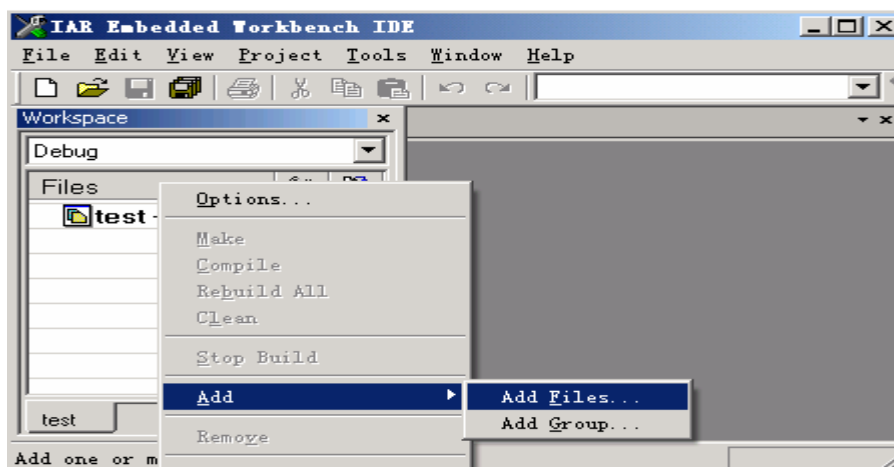
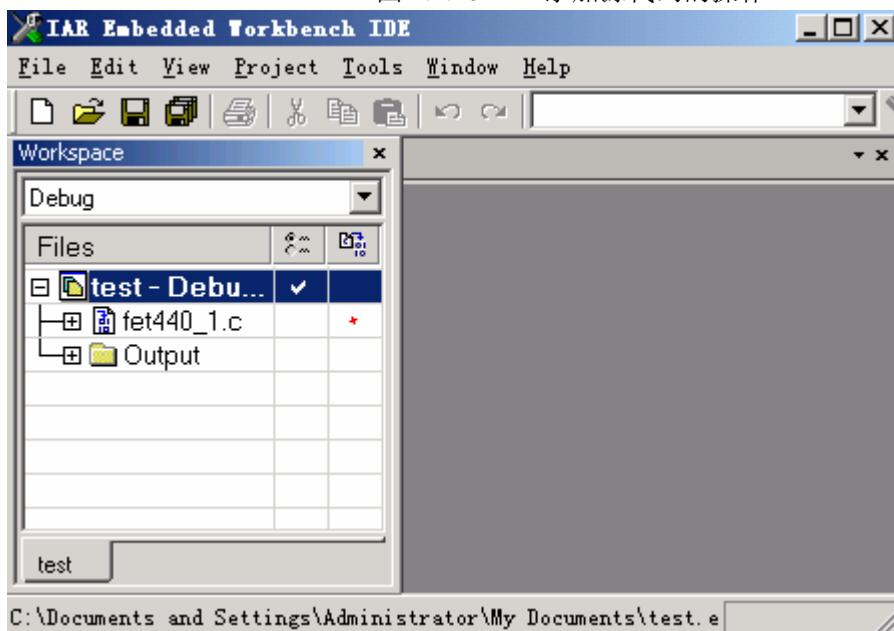
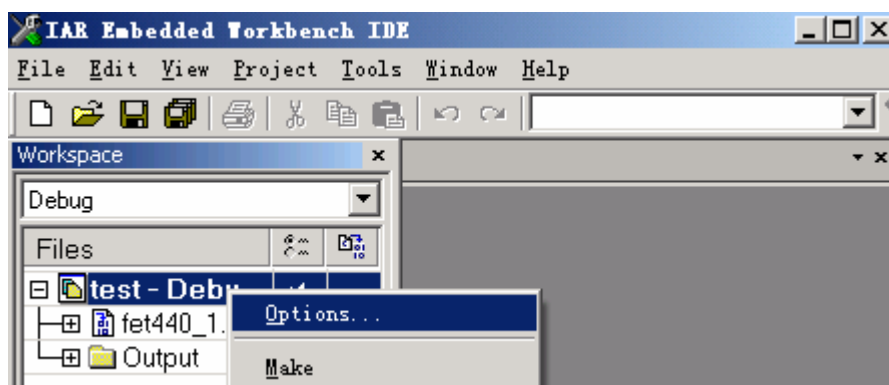

图 2.2.10 添加源代码的操作
图 2.2.11 有源代码的工程项目
图 2.2.12 进一步设置工程的操作
4.0\430\FET_examples\fet440\C-source (C 语言例程) 或者 C:\Program Files\IAR Systems\Embedded Workbench 4.0\430\FET_examples\fet440\asm-source (汇编例程)。可以直接先感受系统提供的例程。鼠标右键点击“test”项目文件名,使用添加文件(如图 2.2.10)。按照上述路径将 c 源程序“fet440_1.c”添加到项目文件中(如图 2.2.11),添加之后的项目就包含具体内容:可以使用源程序中的语句来具体说明我们这个项目要完成的什么事情。但是还不完整,还需要一些其他具体信息,最关键的是使用什么芯片来实现我们这个项目。同样鼠标右键点击 test 项目名,使用 Options 操作(如图 2.2.12)进行进一步设置。